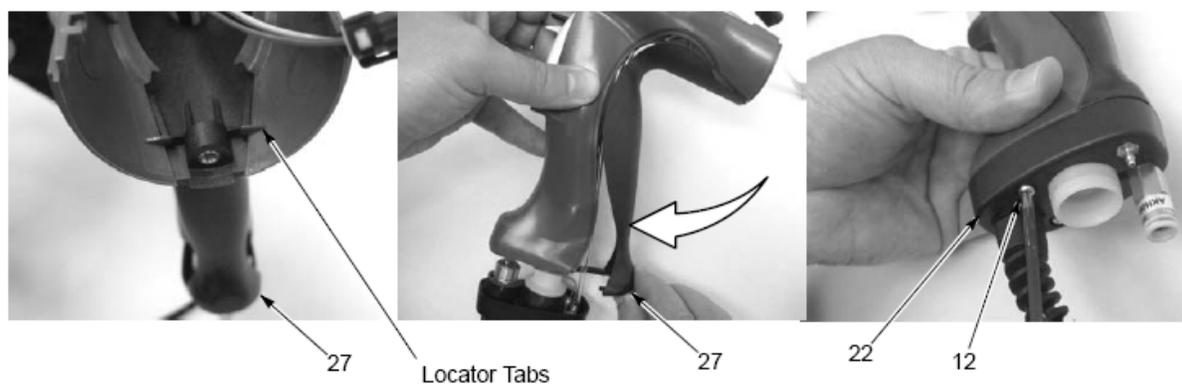

图 5-12 接地垫和枪把座组装到枪把上
11. 如图 5-12 所示。使用 M3 x 20 螺钉 (12) 将枪把座 (22) 固定于枪把组件。仅能手动拧紧固定螺钉。